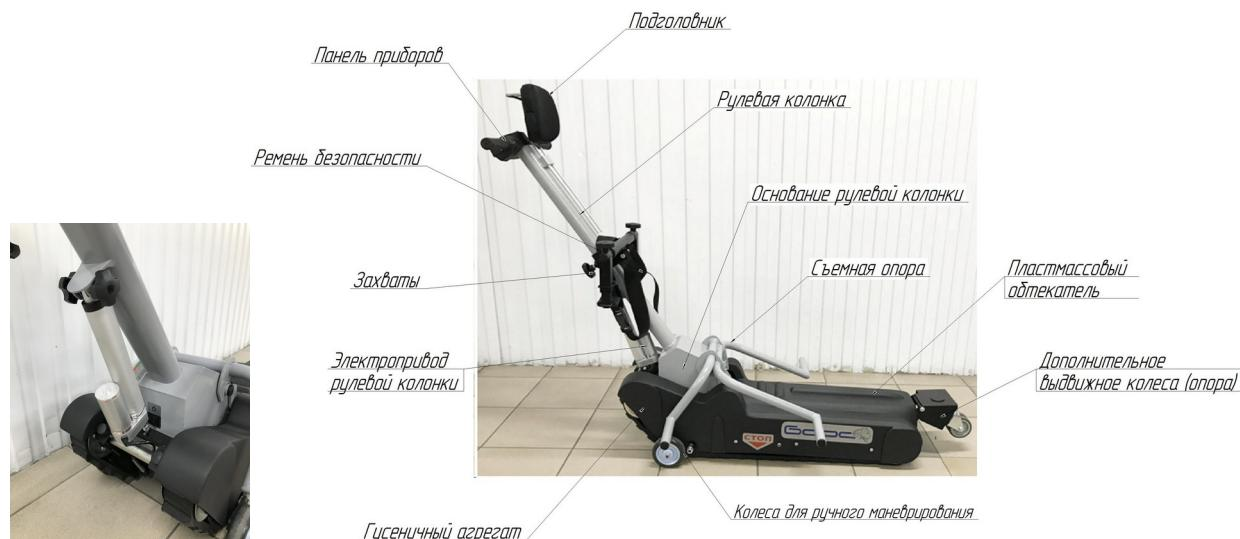
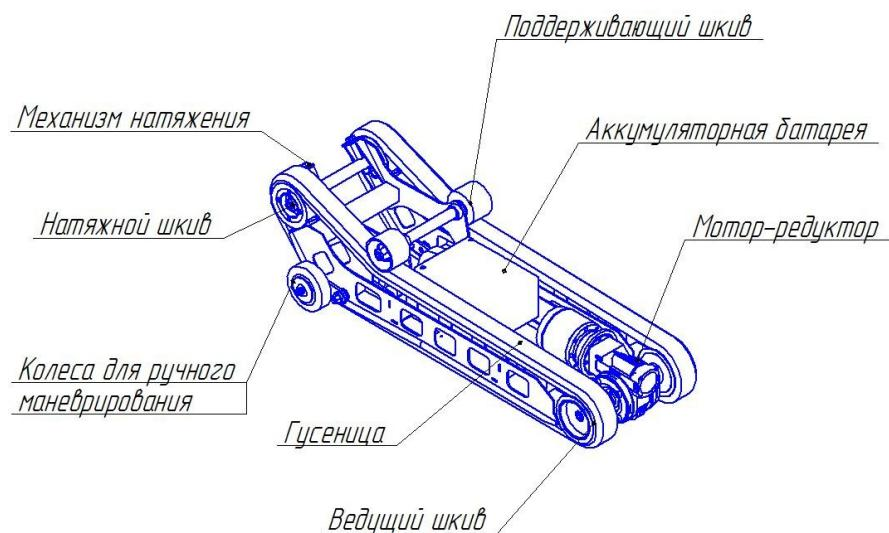

Рис.1. Подъемник Барс-УГП-130 без опциональной платформы
Рис.2. Подъемный агрегат без защитного кожуха
В этом случае кресло-коляска устанавливается на опоры для колес и закрепляется захватами за спинку коляски (Рис.1).
- **Подъемный агрегат** (Рис.2) выполняет функцию перемещения кресла-коляски с человеком по ступеням лестничных маршей. Подъемный агрегат закрытого типа, внутри которого размещен рабочий механизм с электрическим приводом.
Рулевая колонка с основанием закреплена на подъемном агрегате и приводится в движение с помощью электропривода (Рис.1)
- **Съемная опора** (Рис.1) выполняет функцию надежной фиксации колес кресла-коляски на основании рулевой колонки и безопасного перемещения подъемника по лестнице. Для каждого заднего колеса кресла-коляски предусмотрены две опорные трубы.
- **Аккумуляторная батарея** (Рис.2) выполняет функцию автономного обеспечения электропитанием систем управления и электродвигателя рабочего механизма. Установлена на раме агрегата под пластмассовым обтекателем (Рис.1).